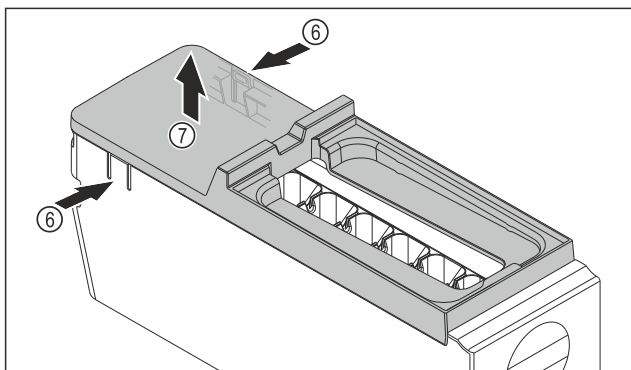

Fig. 83
- ▶ Снимите крышку корпуса EasyTwist-Ice: Надавите рукой на накладки Fig. 83 (6) с обеих сторон корпуса EasyTwist-Ice.
- ▶ Другой рукой снимите крышку Fig. 83 (7) по направлению вверх.